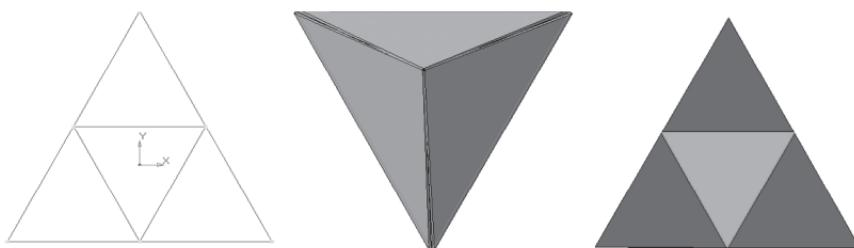

Рис. 395. Тетраэдр
- Постройте развертку тетраэдра и сложите его (рис. 395).